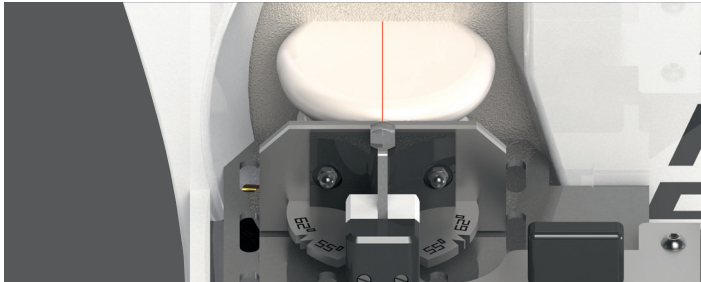

Abb. 14
- Mit dem Wachs-Quetschgebiss den Unterkiefer mit dem beschliffenen Kiefer in Okklusion bringen und den Oberkiefer in die Schablone und gegen den 90°-Anschlag legen (Abb. 14).